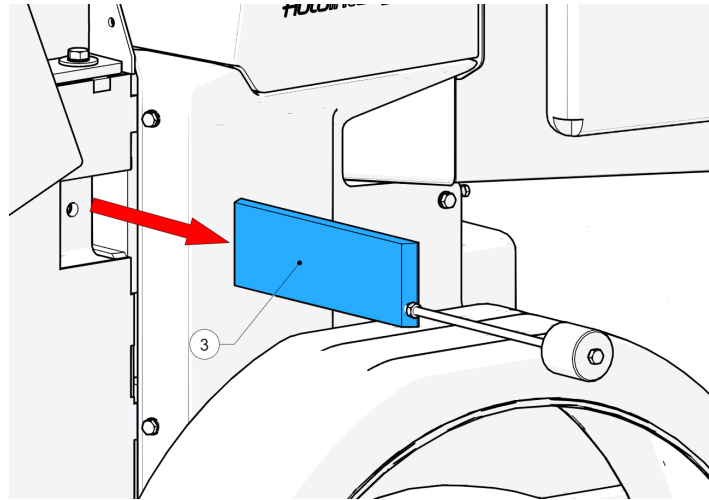

Figure 66 - Enclume retirée
10. À l'aide du marteau à inertie, retirez l'enclume (3, Figure 66) par le côté de la chambre.